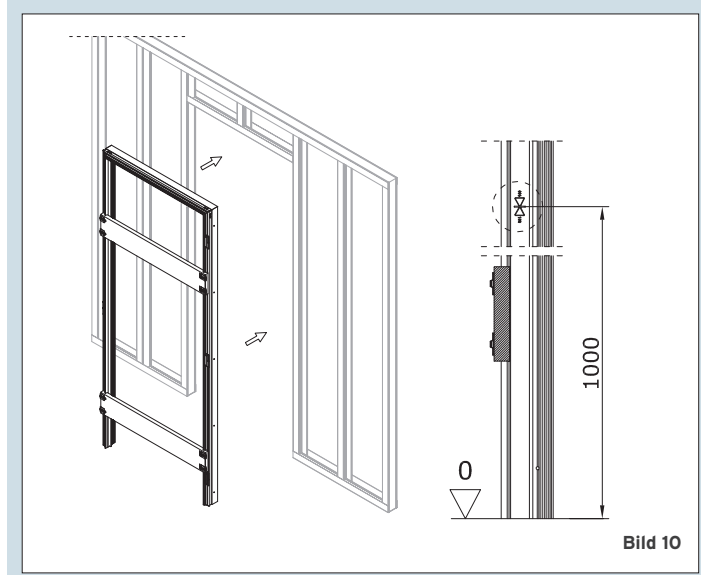

Bild 10
① HINWEIS ZUM EINBAU IN LEICHTBAUWAND:
① Pratzen sind bei Montage in eine Leichtbauwand nicht erforderlich! Beim Einsetzen der Zarge in die Leichtbauwand, die UA-Profile auf Außenmaß der SOLO-Zarge abstimmen.
1. Auf Meterriss (FBOK) einrichten. (Bild 10).